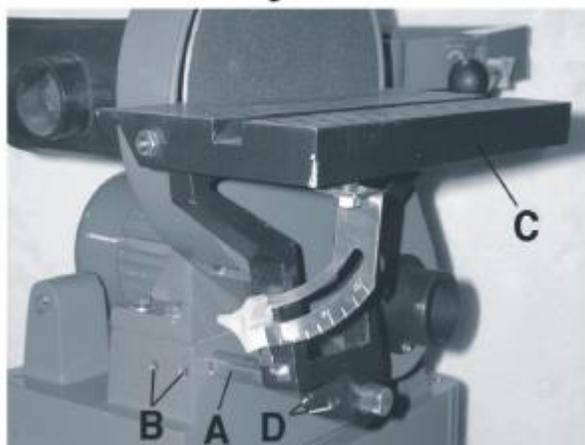

Рис. 9
1. Найти опорный вал (A), рис. 9, и вставить его в отверстие опорного вала. Затянуть 2 установочных винта (B) по лыскам опорного вала шестигранником на 5 мм.
2. Надеть узел наклоняемого стола (C) на опорный вал (A) до получения расстояния 1/16 дюйма от шлифовального диска. Затянуть 4 установочных винта (D) на обеих сторонах кронштейна наклоняемого стола по лыскам опорного вала шестигранником на 6 мм.